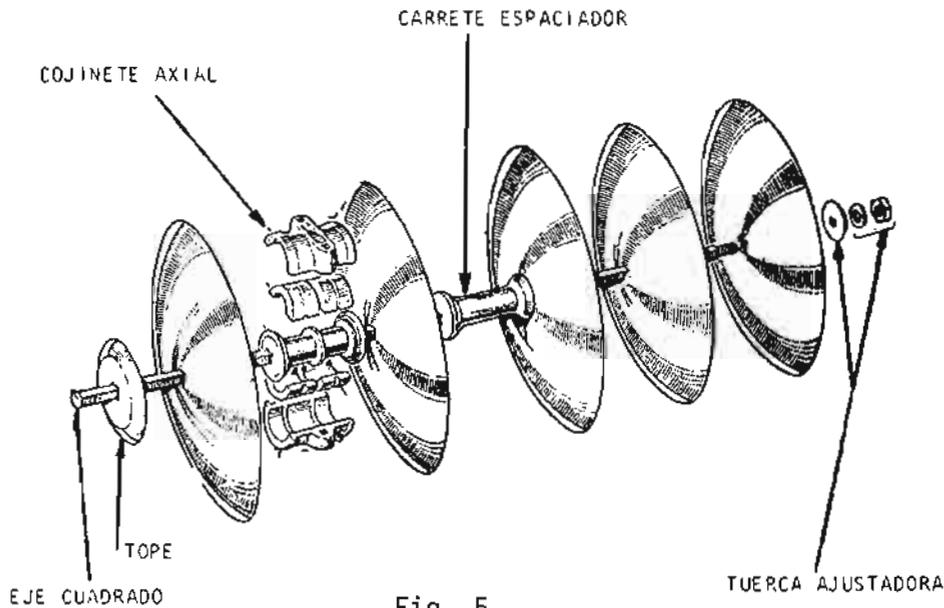
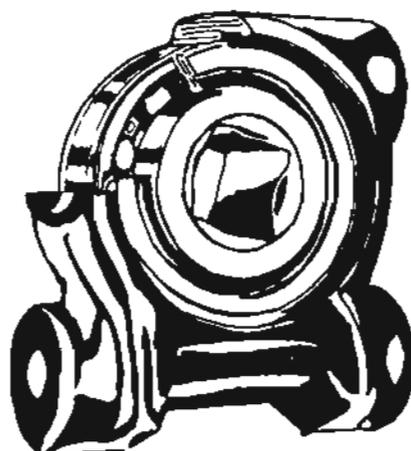

Fig. 5
Fig. 7
*Cojinetes.* El conjunto de discos, y separadores montados sobre un eje común a todos y correspondientes a un cuerpo se fija al bastidor mediante cojinetes. Estos pueden ser de metal antifricción, o de madera dura impregnada en aceite (ver fig. 5) o ser cojinetes de rodamientos lubricables o sellados como el ilustrado en la fig. 7. Los cojinetes pueden montarse en formas diversas.